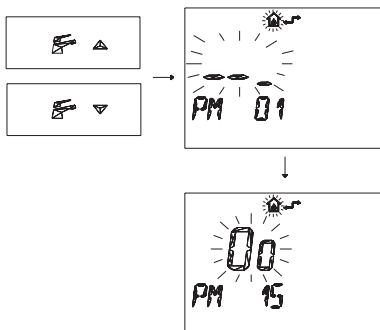

Fig. 5.30 Remoto
- 3 Apriete los botones y para visualizar la programación "PM 15" habilitación de la sonda externa (Fig. 5.30)